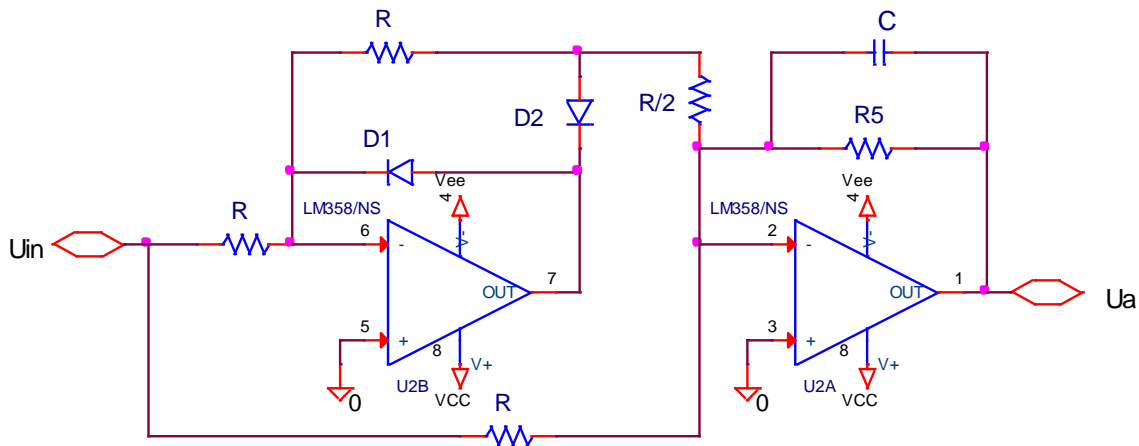

Abbildung 6: Schaltbild des Präzisionsgleichrichters mit LM358.
7. Ermitteln Sie rechnerisch die Frequenz der Schaltung bei der eine sinusförmige Eingangsspannung mit maximaler Amplitude (entsprechend Aussteuerbereich) gerade noch unverzerrt übertragen wird (= Großsignalbandbreite infolge Slew Rate). Stellen sie diese maximale Spannung ein und erhöhen Sie die Frequenz bis sie eine deutliche Verzerrung erkennen können (Bild 6). Auf welche Weise wird ein sinusförmiges Signal bei überschreiten dieser Frequenz verzerrt ?
4. Realisieren Sie diese Schaltung mit einem LT1222 Breitbandoperationsverstärker für $V=10$. Sind Klein- und Großsignalbandbreite messbar (je ein Messwert, Bild 6 für Verstärkung im Durchlassbereich) ?
- c) zwei Wechselspannungen anliegen (achten Sie darauf, dass zwei Wechselspannungen gleicher Frequenz von verschiedenen Generatoren nicht phasengleich sein müssen). (Bild 6)
4. Was geschieht, wenn man den Widerstand R2 entfernt ? Welche Schaltung liegt dann vor? Kann eine stabile Ausgangsspannung erreicht werden ? (Bild 6)